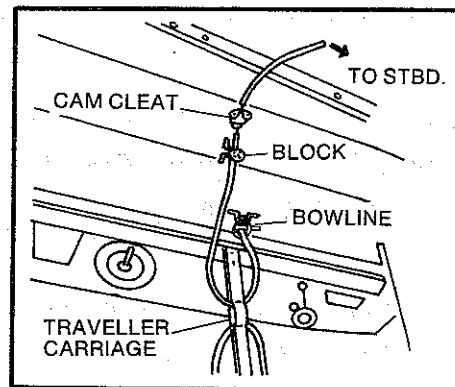

Fig. 21
- (2) Traveller Adjust: See Fig. 21.